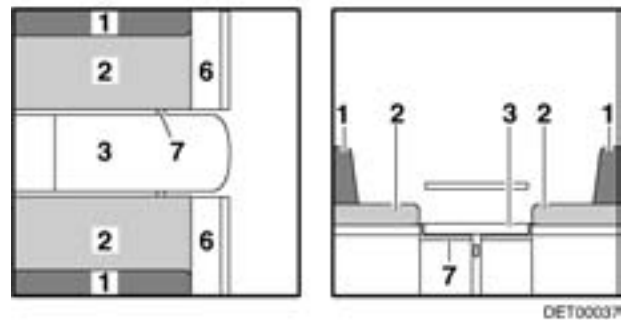

Bild 85 Während des Umbaus
- Sitzbankverlängerung (Bild 85,6) nach oben klappen und mit Klappe verkeilen.